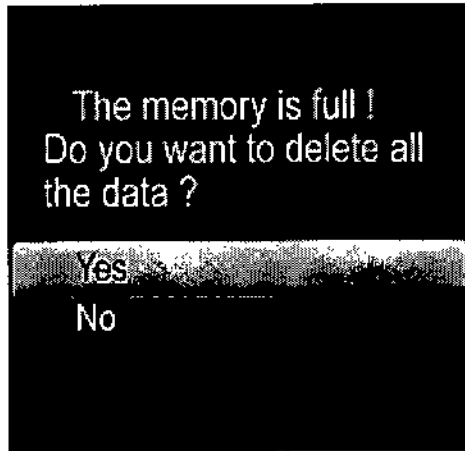

Fig.12
Mantenga presionado la tecla "repeated measure" no más de 3 segundos, se puede iniciar una nueva prueba, pero la siguiente información como muestra la Fig.12 aparecerá cuando la memoria está llena, pulse la tecla "up", "down" para ajustar, seleccione "Yes" (SI) a "delete data" de la interfaz, cuando queda seleccionada, después de borrar los datos, saldrá a la interfaz principal para continuar medida. "NO" al menú principal.